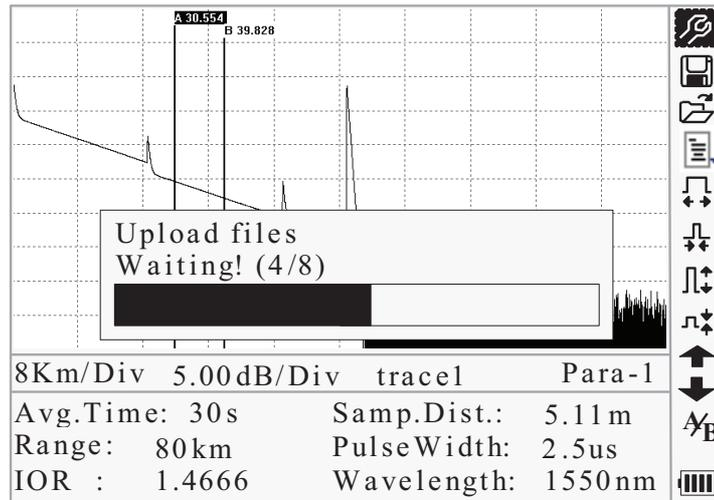

Figura 4-6. Descargar trazas guardadas
- Encienda el AD20 y descargue los datos con el software. El procedimiento completo puede verse en la Figura 4-6.